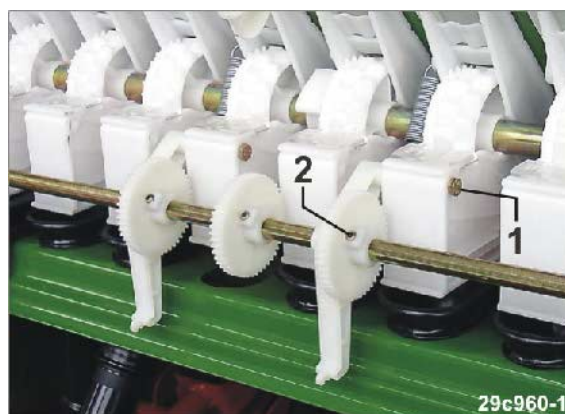

Fig. 228
6. Fjern skruerne (Fig. 228/1).
7. Løsn skruerne (Fig. 228/2).